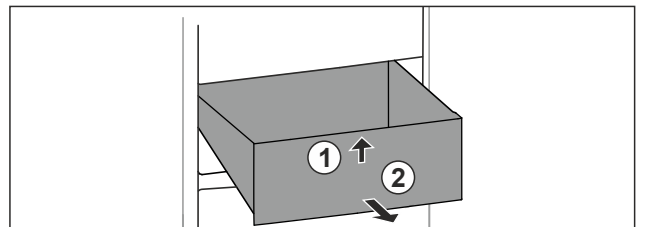

Fig. 50
► Schubfach vorne anheben. Fig. 50 (1)
► Schubfach nach vorne entnehmen. Fig. 50 (2)